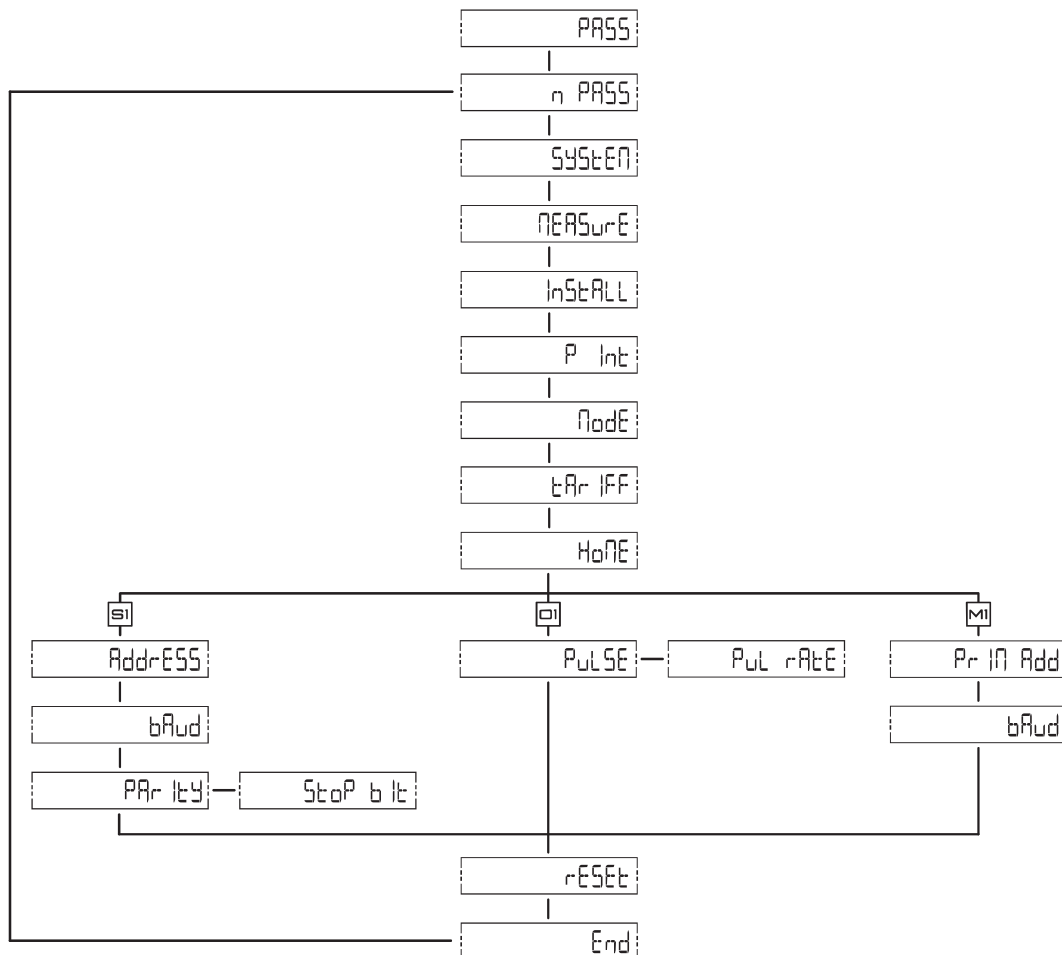

Fig. 13
Kontrollen kan deaktiveres ved hjælp af parameteret **Install**, se "**Parametre (Fig. 13)**" på side 78.
## Parametre (Fig. 13)
**BEMÆRK:** Instruktioner for indstilling af udgangsparametrene kan se "**Parametre (Fig. 13)**" på side 78.